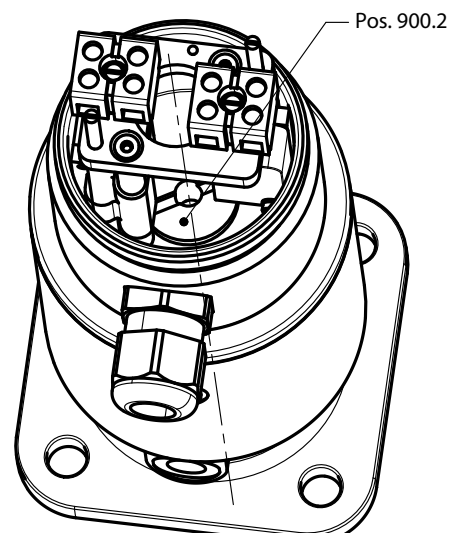

Abbildung 16: Befestigung des Stellungsrückmelders
6. Endschalterbox mit Befestigungsschraube [900.2] mit „Loctite 243“ versehen (ein Tropfen auf das Gewinde) und mit dem Schraubendreher auf den Antrieb festdrehen (Abbildung 16).